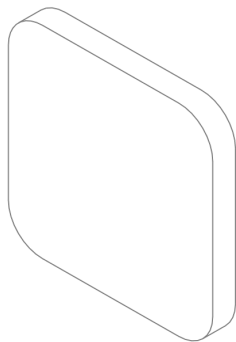

图 2-53 打开素材模型
(1) 单击常用工具栏中的【打开】按钮，打开一幅素材模型，如图 2-53 所示。